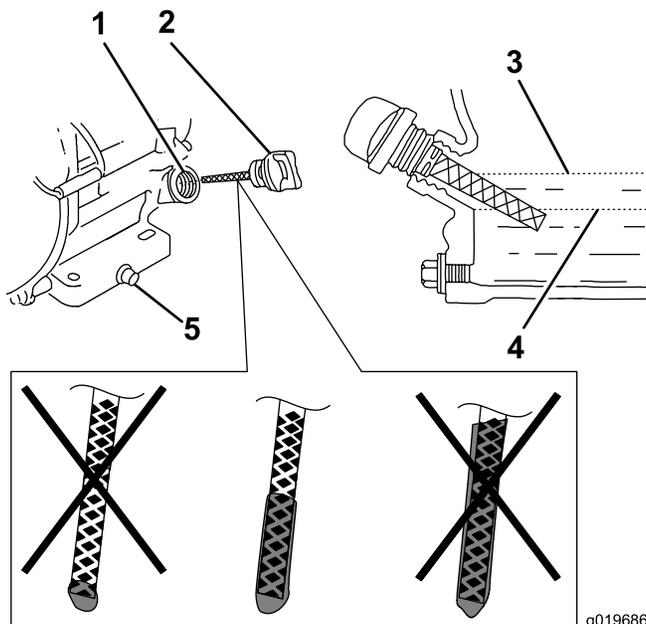

図 30
6. ディップスティックを抜いてエンジンオイルの量を点検する 図 30。